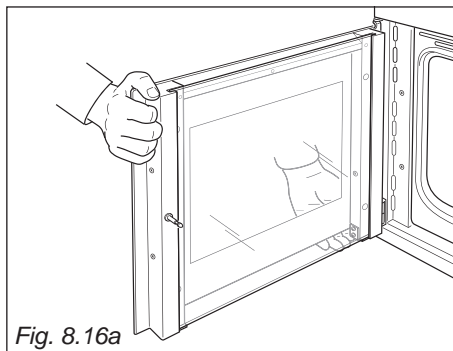
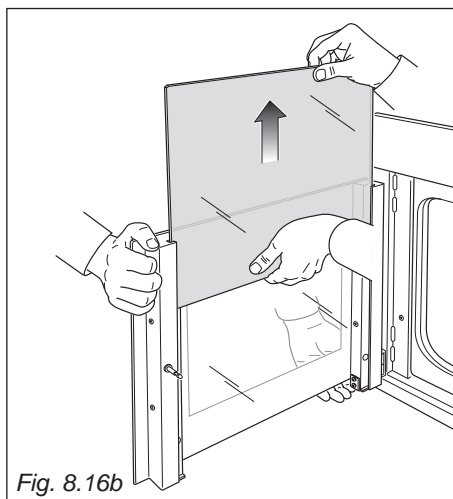

Fig. 8.16a
Fig. 8.16b
Pendant le démontage et le remplacement de la vitre intérieure, une personne doit saisir solidement la porte du four (fig. 8.16a). Une autre personne doit retirer doucement le verre (fig. 8.16b).
- Sortez en douceur la vitre intérieure (fig. 8.16b). Un démontage forcé du verre pourrait causer des dommages aux charnières de la porte.